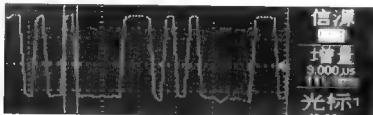

图 10-10 波特率辅助图
90.00 μs 又是什么意思呢？请读者看图 10-10。
注意右边有个 9.000 μs 。为什么是 9.000 μs 呢？在初始化时将串口的波特率设置为 115 200，也就是说每秒钟传输 115 200 个二进制位。传输一个二进制位的时间为： $1\text{s}/115\,200=8.68\,\mu\text{s}$ 。因为图 10-10 中两条竖线之间的宽带恰好是一个二进制位之间的时间（读者选择泰克示波器 TDS2012 光标测量时间功能），约为 9.000 μs ，理论值是 8.68 μs ，由于在测试过程中有点误差，因此测出来是 9.00 μs 。到此可以知道：9.00 μs 就是一个二进制位的传输时间。